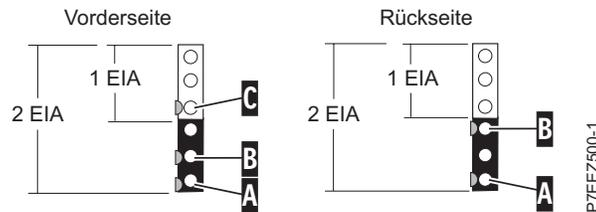

Abbildung 2. Bohrungen an Vorder- und Rückseite des Racks markieren
1. Stellen Sie sich vor die Vorderseite des Racks und suchen Sie auf der rechten Seite die untere EIA-Einheit, die von Ihrem System verwendet wird. Schreiben Sie sich die EIA-Position auf. Markieren Sie die untere Bohrung dieser EIA-Einheit mit einem Band, einer Markierung oder einem Stift mit einem **A**. Bringen Sie die Markierung so an, dass sie auch von der Rückseite des Racks aus sichtbar ist, wie in Abb. 2 auf Seite 5 dargestellt.
2. Beginnen Sie an der Bohrung mit der Markierung **A**, zählen Sie eine Bohrung nach oben und bringen Sie eine zweite Markierung **B** an. Markieren Sie das Rack so, dass die Markierung auch von der Rückseite des Racks aus sichtbar ist (siehe Abb. 2).
3. Beginnen Sie an der Bohrung mit der Markierung **B**, zählen Sie zwei Bohrungen nach oben und bringen Sie eine dritte Markierung **C** an (siehe Abb. 2).
7. Beginnen Sie an der Bohrung mit der Markierung **A**, zählen Sie zwei Bohrungen nach oben und bringen Sie eine zweite Markierung **B** an (siehe Abb. 2).